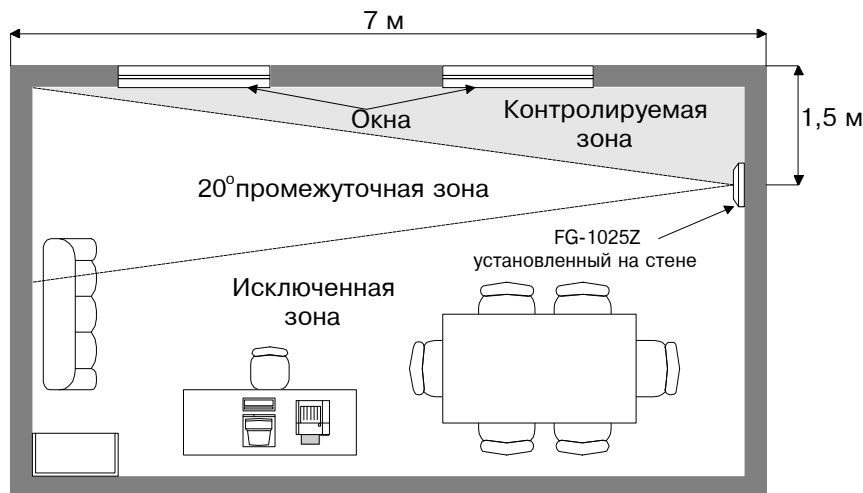

Рис. 5. Установка извещателя на стене - вид сверху.
- Если это возможно, устанавливайте извещатель на стене или потолке, смежном со стеной, где находится охраняемое стекло (на рис. 5 приведен пример установки извещателя на стене). Не рекомендуется устанавливать извещатель на той же стене, что и охраняемое стекло.